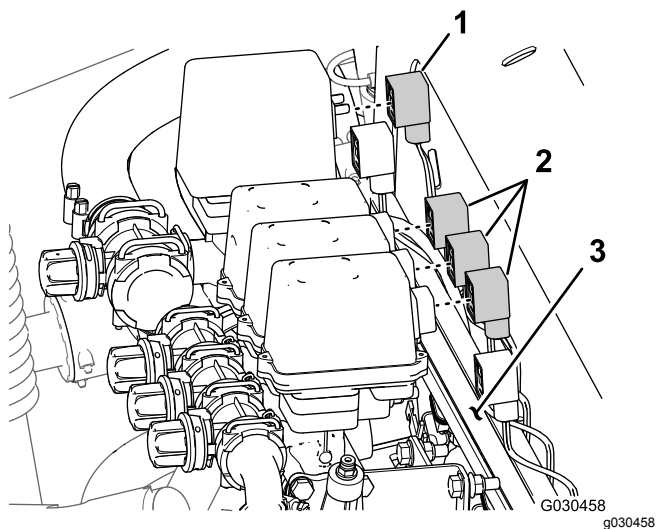

图 55
2. 在歧管安装架后面将 3 插槽接头从搅拌阀中断开将 3 插槽接头从 3 个喷洒臂段阀中断开图 55。